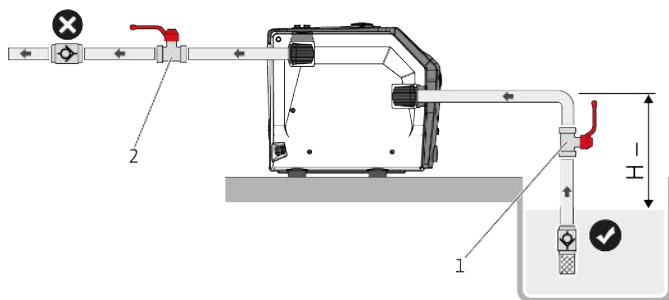
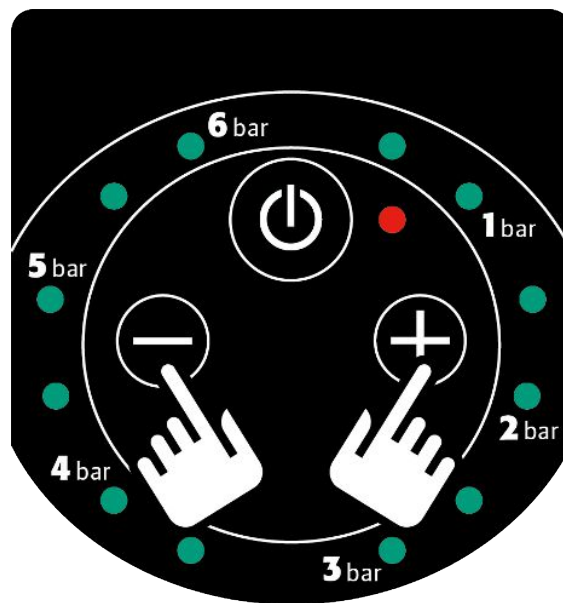

Fig. 8: Tryb ssania
Fig. 11: Przycisk obsługowy + i -
1. Jeśli produkt jest zainstalowany w trybie obciążenia (Fig. 8), nacisnąć 1 raz przycisk obsługi WŁ./WYŁ. (Fig. 11).
2. Nacisnąć przycisk obsługowy „WŁ./WYŁ.” na panelu sterowania (Fig. 11).